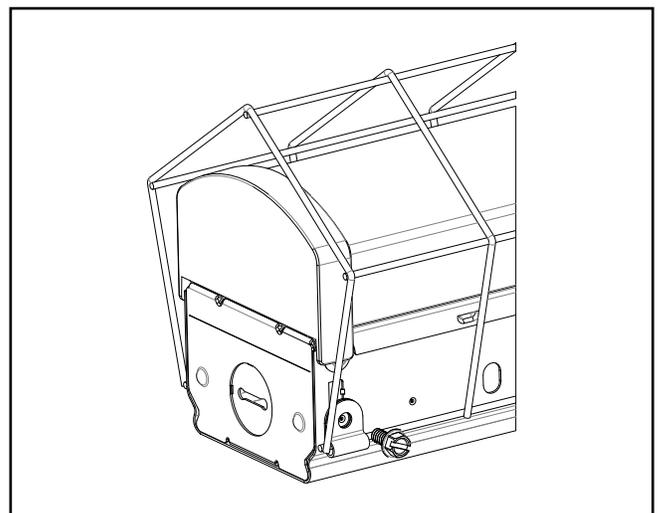

Figura 2
9. Coloque el protector de cables en el accesorio y alinee los ganchos con los hoyuelos del canal, luego introduzca los tornillos autopercutorantes incluidos en las concavidades del canal para asegurar el protector de cables (Figura 2)